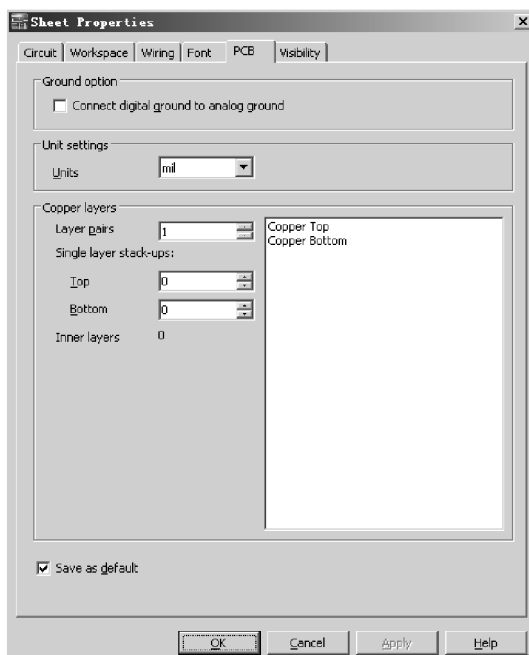

图 4-11 PCB 标签页
(5) PCB 标签页 (印制电路板设置): PCB 标签页如图 4-11 所示。该页用于印制电路板设计相关的选项。